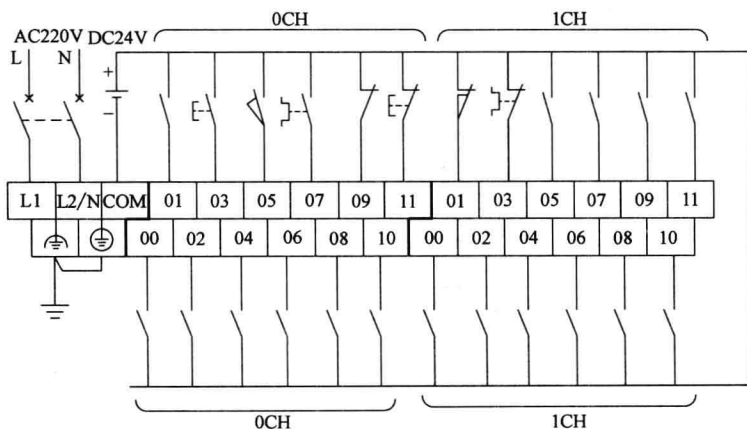

图 1-3 电源、接地、输入元件的连接图
⊕ (GR) 为防止触用电接地端子, $\frac{\perp}{\perp}$ (LG) 为功能接地端子 (噪声滤波器中性端子)。干扰大、有误动作及防止电击时, 请将 LG 与 GR 短路, 用专用的接地线 (截面积在 2mm^2 以上的电线) 进行单独接地。请勿将接地线与其他设备共享, 或连接到建筑物的梁上, 这样会有相反的效果, 反而会受到不良影响。电源和接地接线如图 1-3 所示。
所有布线, 请务必采用压接端子或使用单线。输入接线如图 1-3 所示。图中的开关、按钮可以常开的方式接入, 也可以常闭的方式接入, 对于初学者建议将输入元件以常开的方式接入, 这样对编程和对程序的理解都较为容易一点。